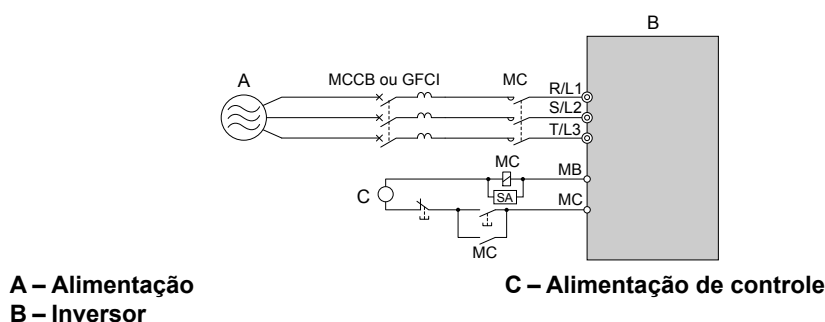

Figura 8.10 Fiação de interrupção da alimentação (exemplo)
- Se diversos inversores estiverem conectados a um MCCB ou GFCI compartilhado com outros equipamentos, use uma sequência que desliga a energia quando erros são emitidos usando um contator magnético (MC), como mostrado na Figura 8.10.